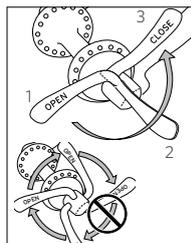

FIGURE 35:
- Placez le levier du dispositif de fixation rapide en position ouverte (Figure 35) et placez la roue de telle sorte qu'elle soit parfaitement en contact avec les surfaces intérieures des extrémités de la fourche. Pour introduire une roue avec ABP, retirez d'abord l'axe du moyeu. Une fois que la roue a été placée dans le cadre, faites glisser l'axe dans la patte de gauche et dans le moyeu, puis montez l'écrou de réglage.
dans la Figure 35. Vous devez ressentir une certaine résistance lorsque vous déplacez le levier vers la position de réglage.
- Ne serrez pas le mécanisme de fixation rapide en tournant le levier comme un écrou papillon (Figure 35) car la force de serrage obtenue de cette manière ne suffit pas à maintenir la roue.
- Débloquez le levier du mécanisme de fixation rapide et amenez-le en position ouverte (Figure 35).